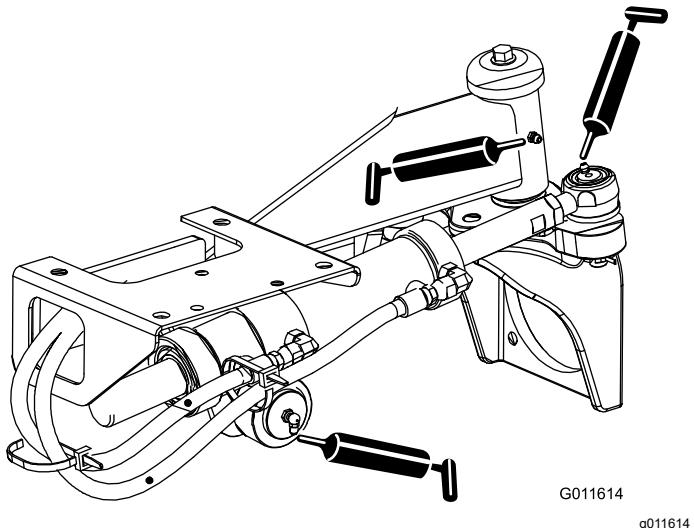

Рисунок 46
- Шаровые опоры гидроцилиндра рулевого управления (2 шт.) и задняя ось (1 шт.)—Рисунок 46